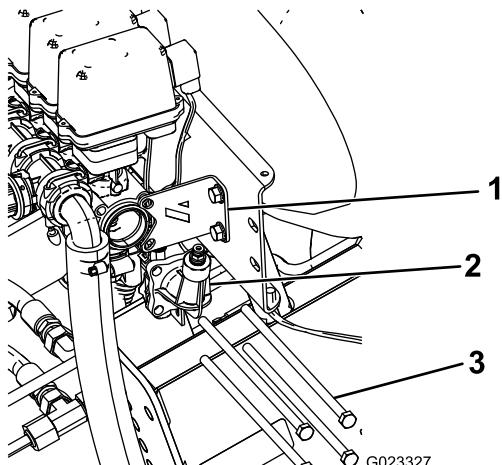

Figura 10
1. Rimuovete i 4 bulloni lunghi che fissano lo sportello del manometro alle valvole delle barre ed eliminatevi (Figura 10). Conservate le rondelle piatte e i dadi.
2. Rimuovete e conservate i 2 bulloni e i dadi che fissano la staffa di stabilizzazione al gruppo valvole (Figura 10).